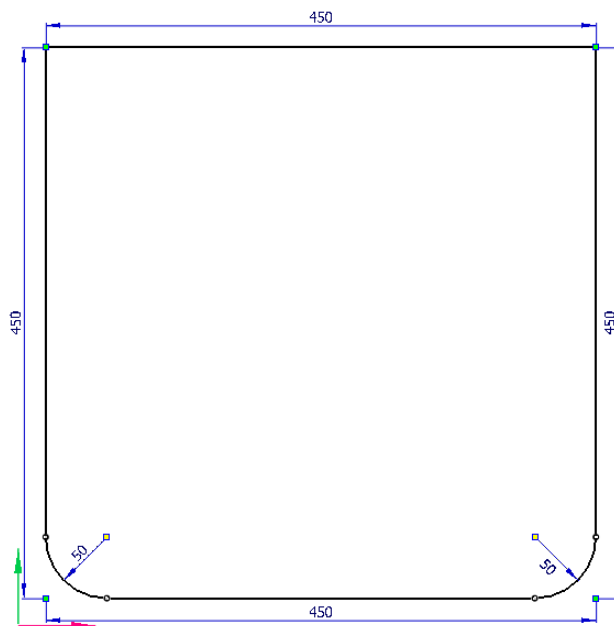

Рис. 2.8. Побудова округлення в режимі редагування контуру
- за допомогою інструменту «Скруглити»  побудувати закруглення радіусом 50 (рис. 2.8);